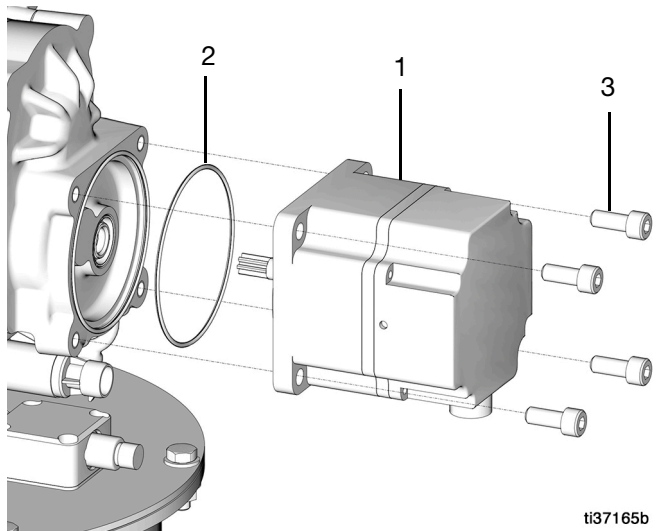

图 72
32. 放置 O 形圈 (2), 然后使用四个螺栓 (3) 将马达 (1) 安装到泵上 (拧紧, 直至力矩达到 11 英尺-磅/14.9 N•m) (图 72)。